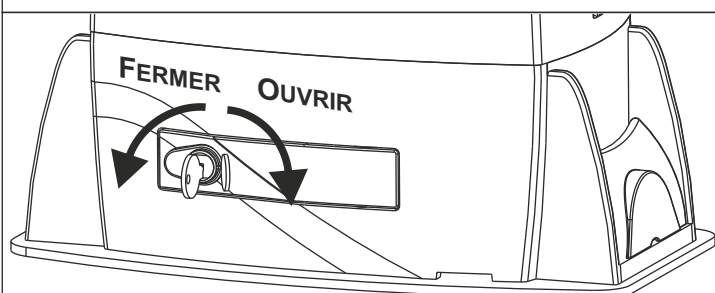

Fig. 26
- Ouvrir le couvercle serrure, insérer la clé et la tourner dans le sens des aiguilles d'une montre de 90° (Fig. 26)